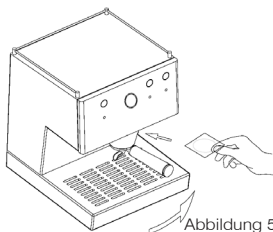

Abbildung 5
Die Punkte 1 und 2 wie im Abschnitt des gemahlten Kaffees. Das Kaffeepad in den Filterhalter legen und es bis zum Anschlag vorsichtig nach rechts drehen. Keine Kraft ausüben. Der Verschluss erfolgt sanft (siehe Abbildung 5). Die Punkte 5, 6 und 7 wie im vorigen Abschnitt.
2. Das Kaffeepad in den Filterhalter legen und es bis zum Anschlag vorsichtig nach rechts drehen. Keine Kraft ausüben, der Verschluss erfolgt sanft (siehe Abbildung 5).